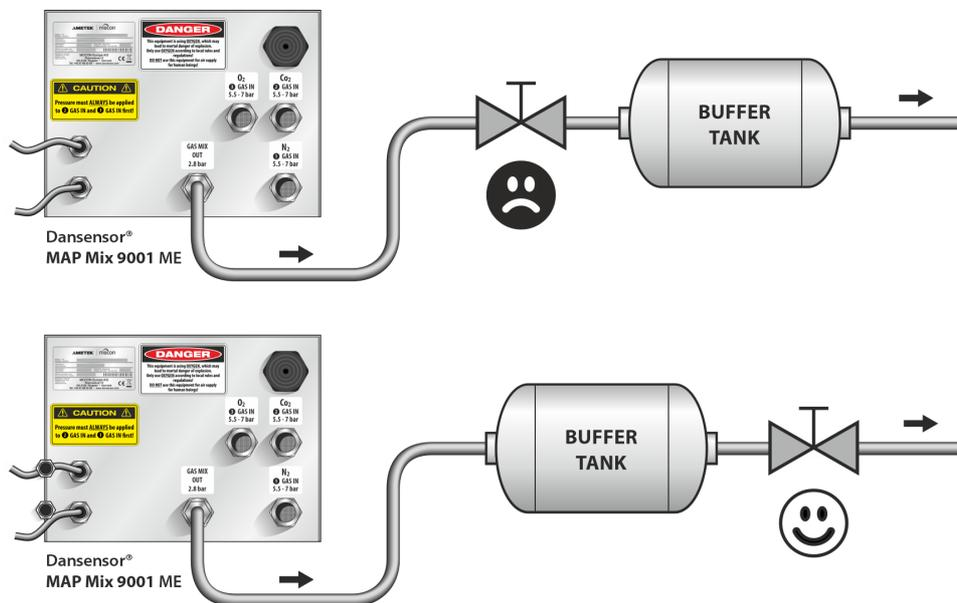

Fig. 4. Posizionamento corretto della valvola di uscita del gas
**ATTENZIONE:** Nelle versioni con serbatoio di accumulo, accertarsi che l'uscita del gas **NON** presenti **MAI** blocchi od ostruzioni a monte del serbatoio tampone (vedere la Fig. 4).